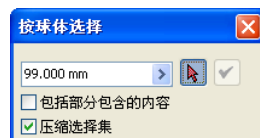

图 1-46 “按球体选择”对话框
(4) 选择【选择球体偏移】选项后，打开如图 1-46 所示的“按球体选择”对话框，可亮显位于选定零部件周围球体内的零部件。可在“按球体选择”对话框中设置球体大小，也可单击并拖动球体边界，以调整其大小。如果需要，可单击箭头按钮以使用【测量】工具。选中此复选框，还将亮显部分包含的零部件。